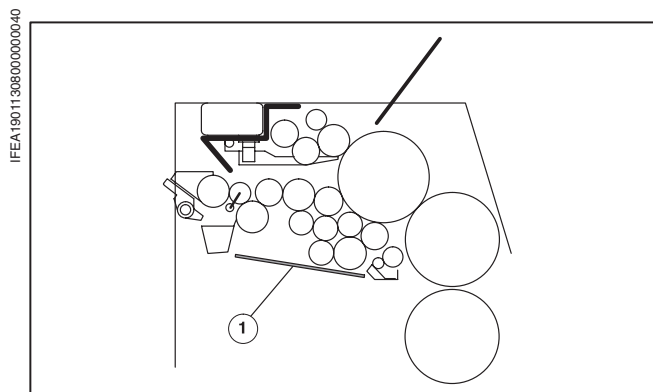

Рис. 64 ПС 1: краскоулавливающий поддон под красочным аппаратом
Краскоулавливающий поддон (Рис. 64/①) под красочным аппаратом при смывке красочного аппарата препятствует стеканию лишнего смывочного средства на ступень приемки.